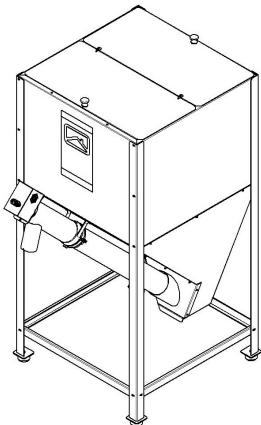

Рисунок 2 - Бункер
- Бункер напольный (рисунок 2), располагаемый рядом с котлом